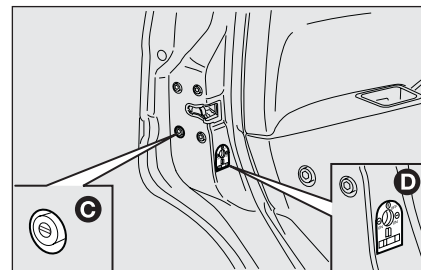

fig. 17
- inserimento dispositivo sicurezza porte **C-fig. 17** quando l'impianto elettrico risulta non funzionante (es. batteria scarica);
- inserimento dispositivo di sicurezza bambini **D-fig. 17** su porte posteriori.